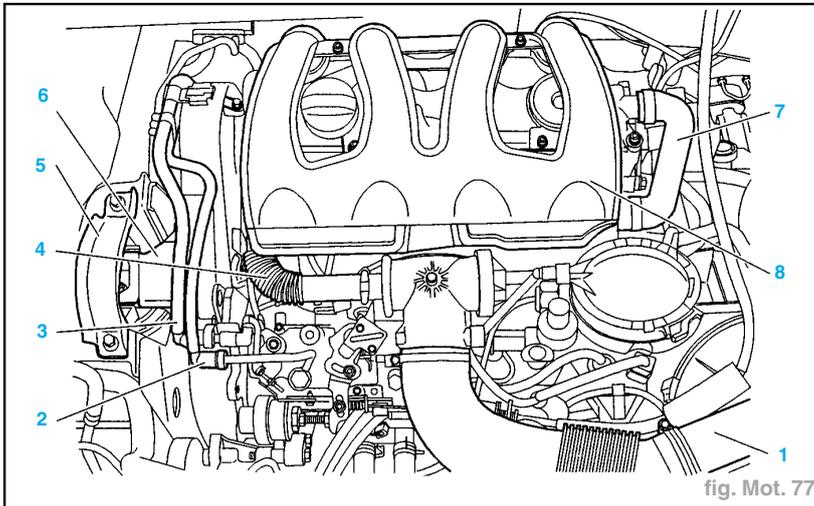

fig. Mot. 77
- Désaccoupler, écarter (fig. Mot. 77) :
- le tube (4),
- les conduits (1) et (7),
- les durits (2) et (3).
- Déposer le répartiteur d'air (8).